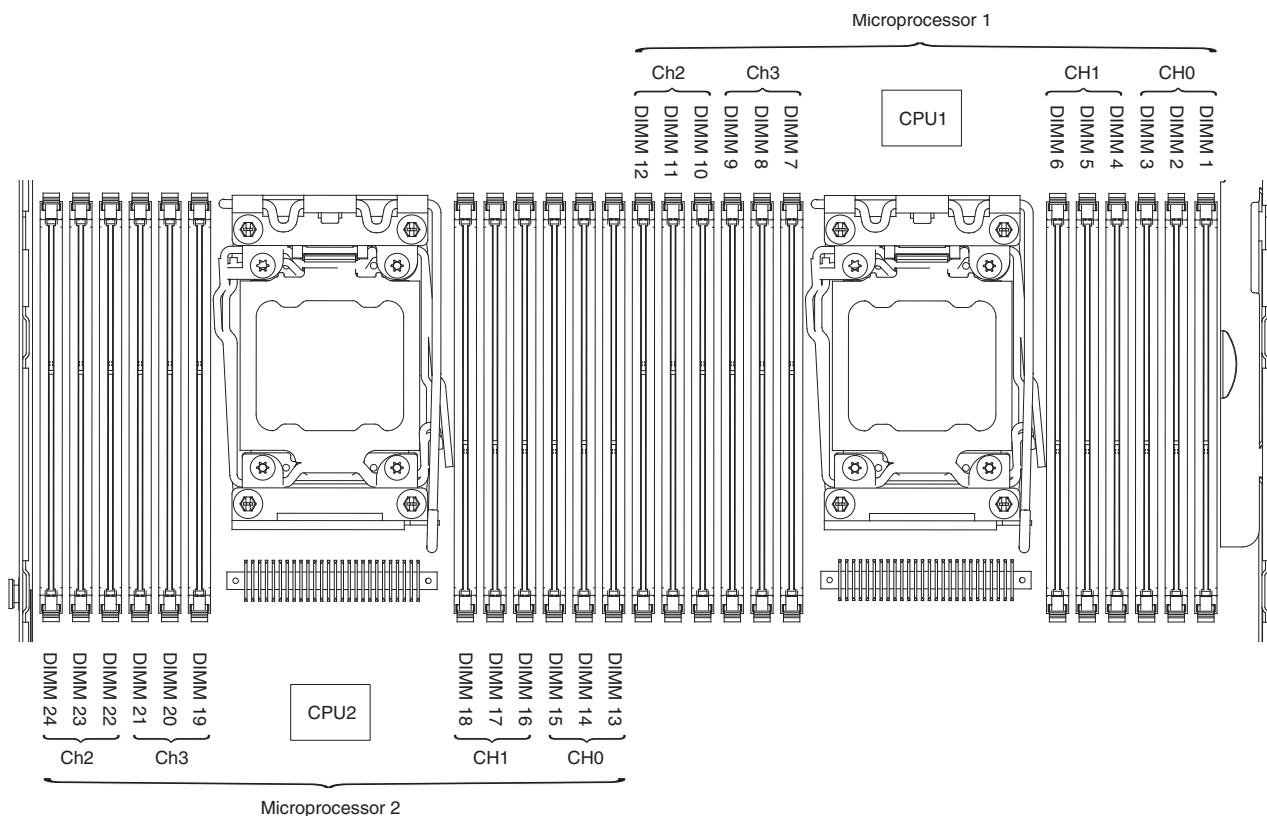

Figura 109. Locais nos Conectores DIMM na Placa-mãe
- O nó SAN Volume Controller 2145-DH8 usa quatro módulos nos slots DIMM 1, 4, 9 e 12 (e quatro módulos nos slots 13, 16, 21 e 24 se o segundo processador se ajustar), conforme mostrado em Figura 109 na página 140.